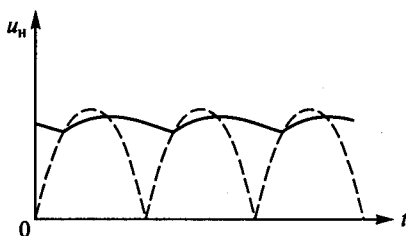

Рис. 197
**8.6.** Какому выпрямительному устройству с фильтром соответствует приведенная на рис. 197 зависимость выпрямленного напряжения от времени?